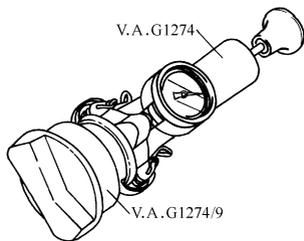

图 2-130 检测膨胀罐盖内的安全阀
- 1) 如图 2-130 所示，将 V. A. G1274 和 V. A. G1274/9 装到罐盖上。